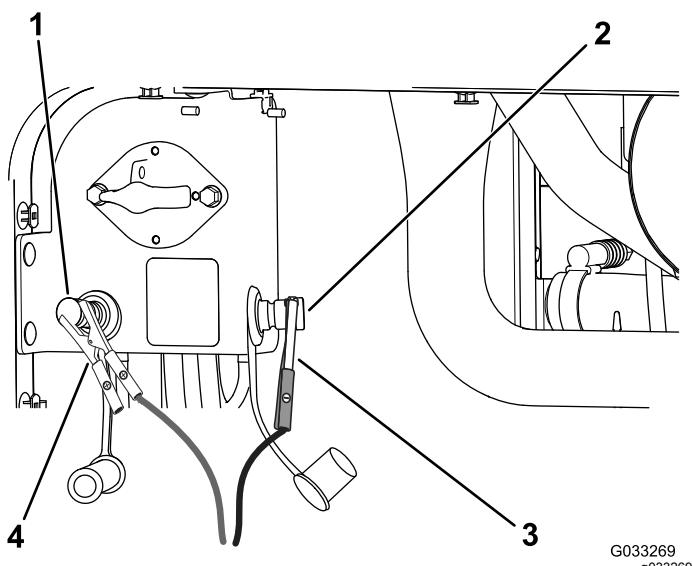

Bild 108
4. Schließen Sie das Pluskabel des Batterieladegeräts am positiven Starthilfepol an (Bild 108).
5. Schließen Sie das Minuskabel des Batterieladegeräts am negativen Starthilfepol der Batterie an (Bild 108).
7. Wenn die Batterie ganz aufgeladen ist, ziehen Sie den Stecker des Ladegeräts aus der Stromquelle. Klemmen Sie dann die Klemmen des Ladegeräts von den Batteriepolen ab (Bild 108).